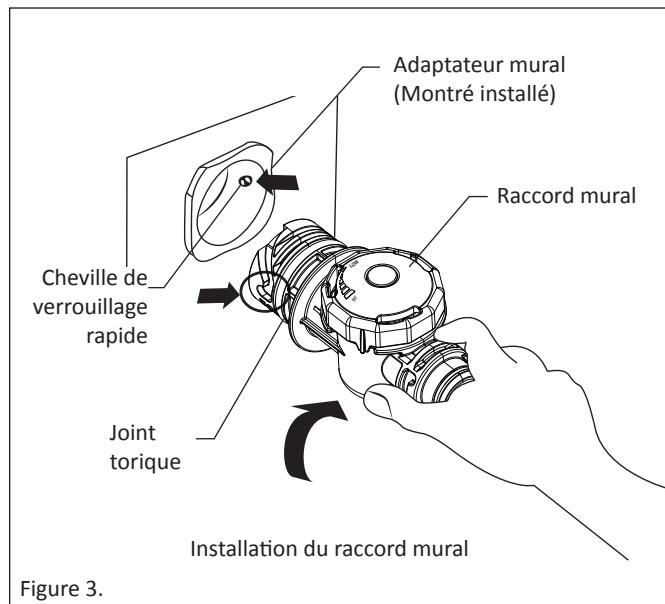

Figure 3.
4. Insérez l'adaptateur mural dans la conduite de retour filetée NPT de 1-1/2 po (38 mm). Serrez à la main. **Voir la Fig. 3.**
5. Alignez le raccord mural avec la cheville de verrouillage rapide à l'intérieur de l'adaptateur mural. Tournez de $\frac{1}{4}$ de tour dans le sens horaire pour verrouiller le raccord mural. **Tirez légèrement vers l'extérieur afin d'assurer un bon alignement pour engager les chevilles de verrouillage rapide. Voir la Fig. 3.**